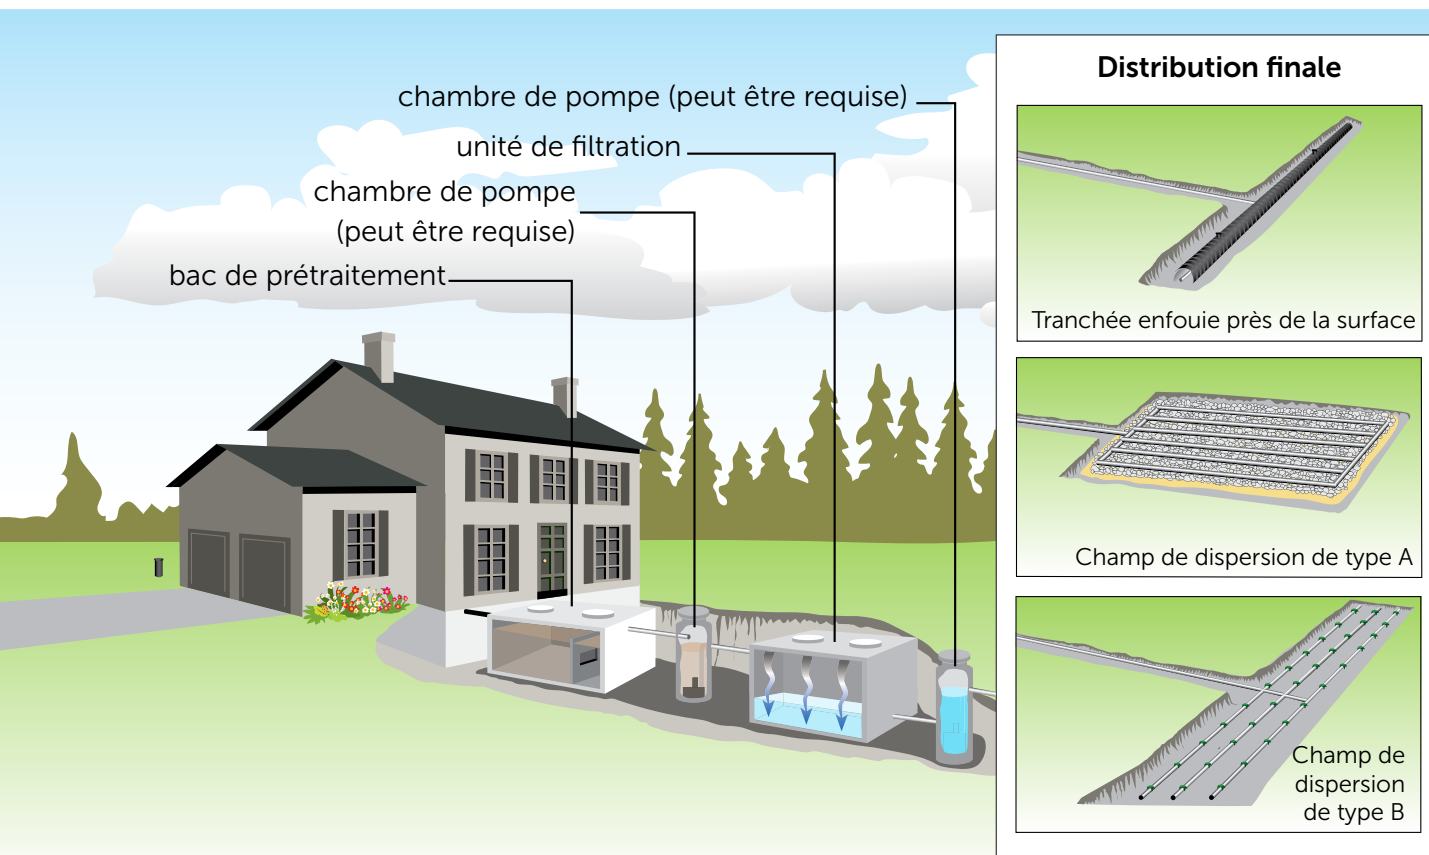

Figure 8. Les unités de filtration permettent de traiter l’effluent de niveau IV avec des options de traitement souterrain qui prennent moins d’espace.
Les unités de filtration se servent de la gravité pour faire couler lentement l'effluent sur un milieu de filtrage comme la mousse ou la tourbe mousseuse afin de fournir un traitement supplémentaire de l'effluent. Comme pour les autres systèmes, les eaux usées s'écoulent de la maison jusqu'à un bac de prétraitement où les solides se déposent et l'écume se sépare. Les eaux usées sont ensuite transportées par tuyaux ou pompées dans le haut de l'unité de filtration qui est remplie de matériel, comme des cubes de mousse synthétique, de la tourbe mousseuse ou des fibres de noix de coco. Lorsque les eaux usées descendent lentement (percolation) dans l'unité de filtration, une pellicule bactérienne se développe. De l'air capté remplit les espaces vides dans le milieu et favorise des conditions aérobies dans le cadre desquelles les bactéries décomposent les déchets. L'effluent s'écoule ensuite dans une tranchée enfouie près de la surface ou un champ de dispersion de type A ou B (Figure 8) pour la distribution finale et le traitement dans le sol.
- Elles peuvent utiliser une tranchée enfouie près de la surface ou un champ de dispersion de type A ou B pour la distribution finale et le traitement, ce qui nécessite moins d’espace (Figure 8).